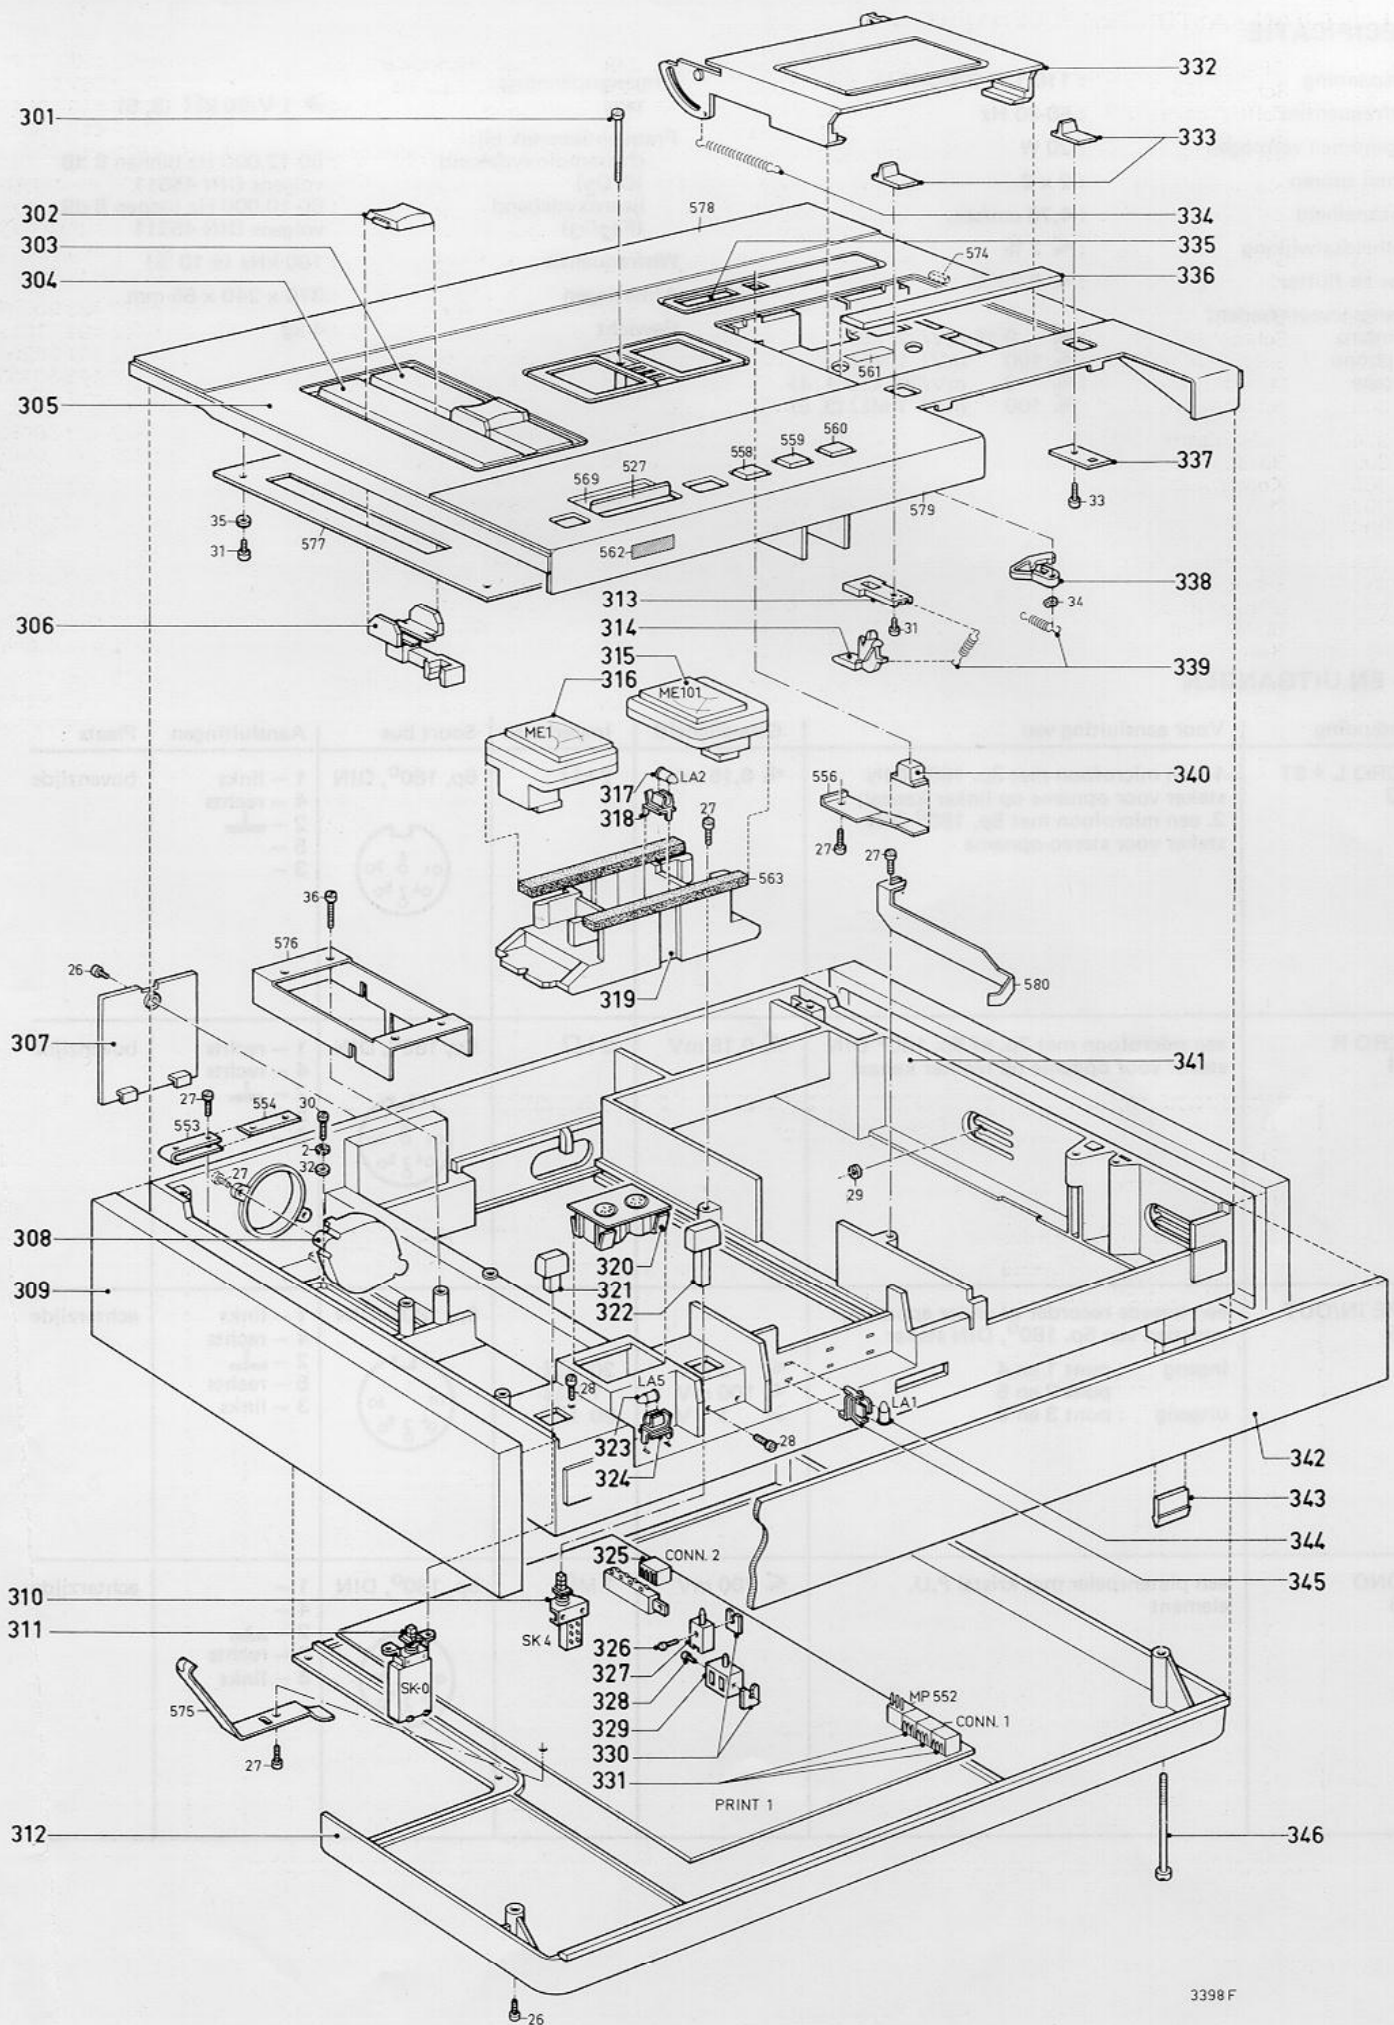

Fig. 1
LIJST VAN KASTONDERDELEN (FIG. 1)
I. UITKASTEN VAN HET APPARAAT (Fig. 1)
Het inkasten van het apparaat (Fig. 1 en 2)
A. Onderdelen, waarbij het apparaat niet uitgekast hoeft te worden (Fig. 1)
B. Onderdelen, waarbij het apparaat uitgekast dient te worden (Fig. 1)
B. Stekerbusplaat 320, BU3 en BU4 (Fig. 1)
D. Hoofdprint 1 (Fig. 1)